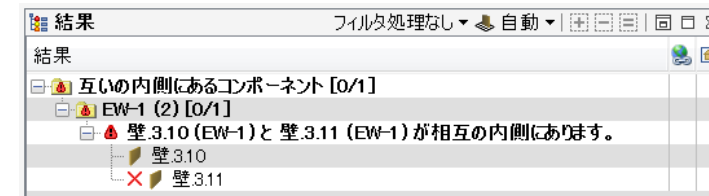

図 5-5 案件
- 5) 小さな方の壁（壁 3.11）がルールによって、自動的に「除外」としてマークされています。（図 5-5 を参照）